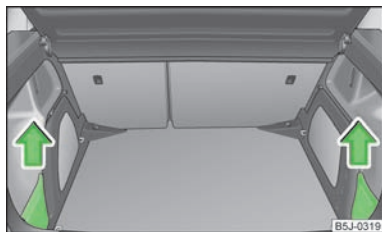

Fig. 71
- Attrapez le couvercle par sa partie supérieure et retirez-le avec précaution dans le sens de la flèche » fig. 71.